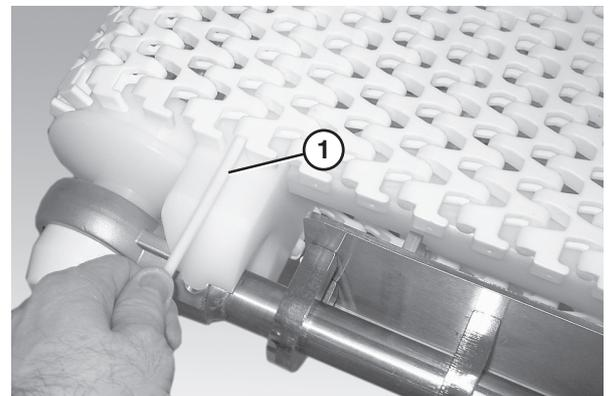

Abbildung 20
4. Stecken Sie den Fördergurtsverbindungsstift hinein (Abbildung 20, item 1).